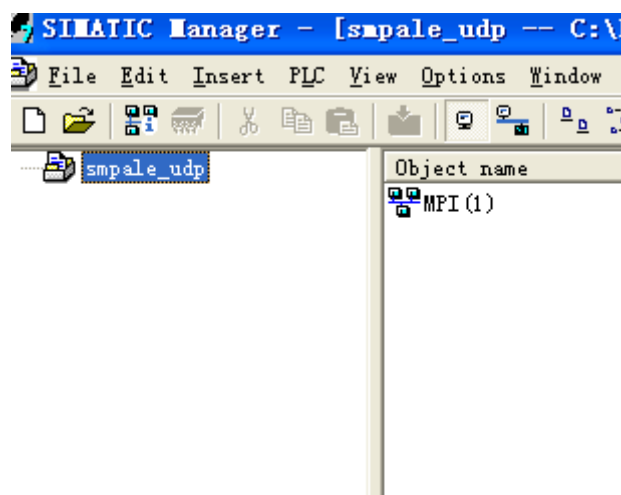

图 2.1.2 工程名
- (2)、点击确定后，会出现一个新的工程文件，名称即为 smpale_udp，如图 2.1.2 所示。